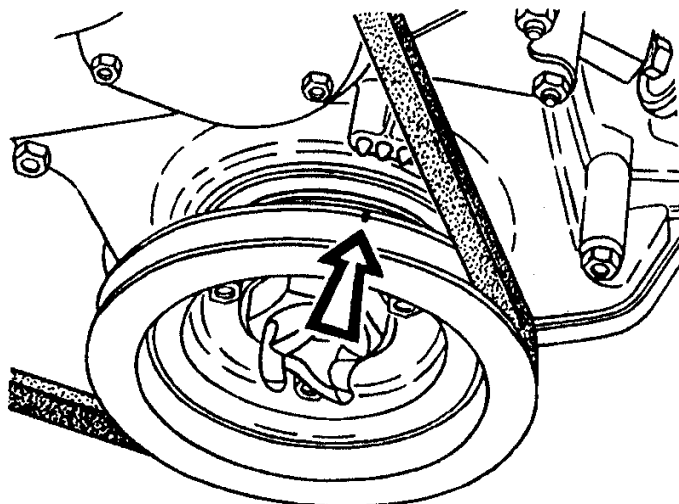

Рис.98. Установка поршня в ВМТ в первом цилиндре
46. Установить на шпильки крепления впускной трубы кронштейн крепления фильтра тонкой очистки топлива (для двигателей, оснащенных фильтром тонкой очистки топлива разборной конструкции), кронштейн катушки зажигания и скобы подъема двигателя. Завернуть гайки крепления впускной трубы, предварительно смазав смазкой СП-3 или аналогичной резьбовую часть гаек крепления скоб подъема двигателя. Сначала завернуть гайки так, чтобы равномерно слегка прижать прокладки, затем произвести окончательную затяжку гаек. Предварительную и окончательные затяжку гаек впускной трубы производить в последовательности, указанной на рис.98.